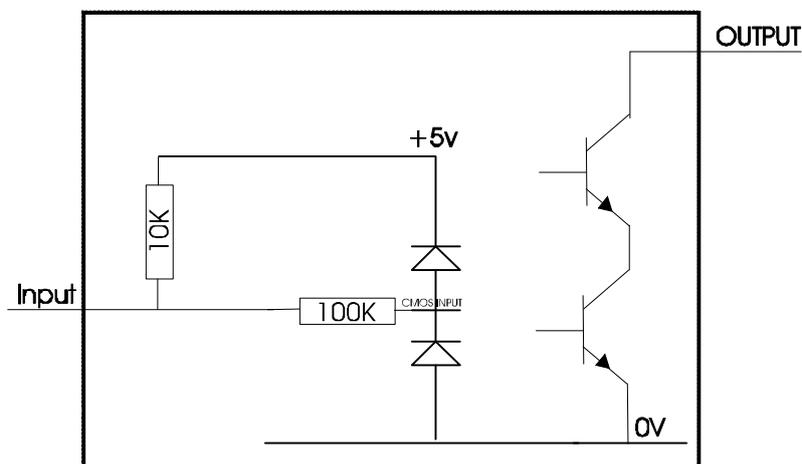

Рисунок 4 – Входные и выходные цепи
**Внимание:** Уровень логического "0" ("LOW") на выходе банкнотоприемника, определяется величиной ограничивающего резистора в главной (хост) машине. Для надежной работы, убедитесь, что уровень логического "0" ("LOW") в главной машине, соответствует спецификации 74НС CMOS серии, см. Рисунок 4